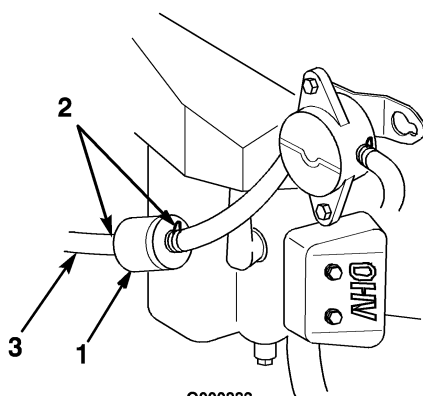

Bild 29
4. Drücken Sie die Enden der Schlauchklemmen zusammen und schieben Sie sie vom Filter weg (Bild 29).
6. Setzen Sie einen neuen Filter ein und schieben Sie die Schlauchklemmen an den Filter heran (Bild 29).
5. Lockern Sie die Schlauchklemme am Kraftstofffilter und schieben Sie sie an der Kraftstoffleitung weg vom Kraftstofffilter (Bild 29).
6. Ziehen Sie die Kraftstoffleitung vom Filter (Bild 29).